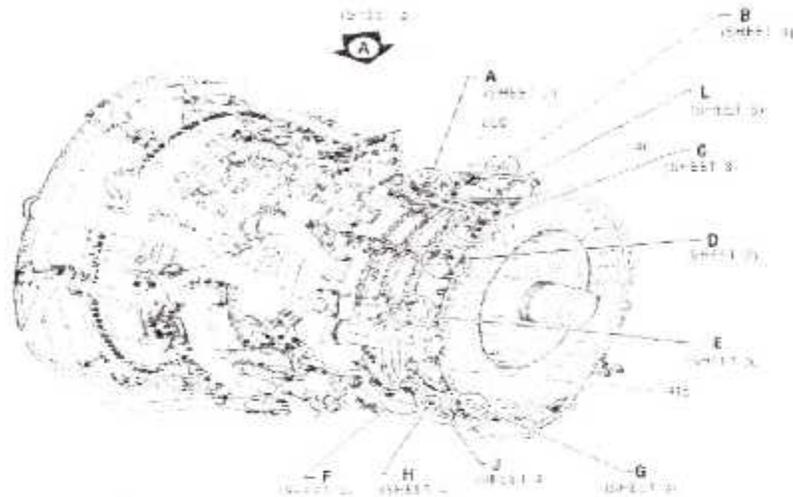

Fig. III. 59 : Démontage des Boulons et Supports du Bride Avant du Stator Avant HPT.
8. On démonte les boulons, supports de la bride avant du stator avant HPC. (fig. III. 59)
- b. On continue de tirer le torque tube (6) arrière pendant qu'on tourne le foot actuation knob(7) « cw » jusqu'à ce qu'on sent le torquing feet (14), on engage les rainures du roulement No. 3 (voir fig. III. 59).
- c. On tourne le tube de couple (6) complètement « cw ». pour S'assurer que les torquing feet (14) sont engagés, on tourne le foot actuation knob (7) complètement « cw » allonger les pieds, on pousse le couple en avant. Il n'y aura aucun mouvement en avant si le torquing feet (14) sont engagés (fig. III. 59).
- e. On installe le Multiplicateur de Torsion sur l'adaptateur (8) de rainures de la Clé, 856A1000G08. Multiplicateur de Torsion doit être engagé l'orifice dans le tube de détorsion(10).
- f. Assurons-nous que le torquing feet reste engagé pendant qu'on installe le **Multiplicateur de Torsion**. On pousse le tube de torsion en avant. Il n'y aura aucun mouvement en avant si les torquing feet sont engagés (fig. III. 59).
- i. Après avoir désengagé le module Major Core de la boîte de transmission d'entrée (IGB), on tourne le foot actuation knob «ccw » pour rétracter torquing feet (fig. III. 59).
- k. On retire l'ensemble du Guide si nécessaire, (fig. III. 59), comme suit :